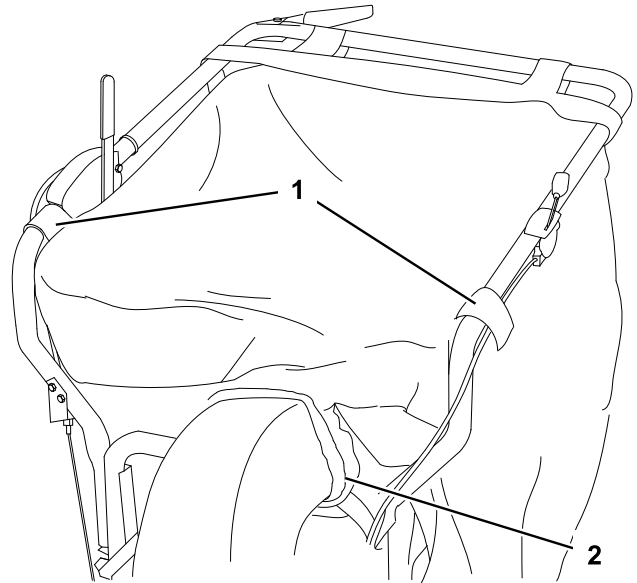

Figura 9
2. Posizionate il sacco sulla stegola, agganciate gli anelli di tenuta sui perni e montate la cinghia sopra la stegola (Figura 9).
3. Fate passare il collo elasticizzato del sacco sopra le flange della guida di scarico (Figura 9).